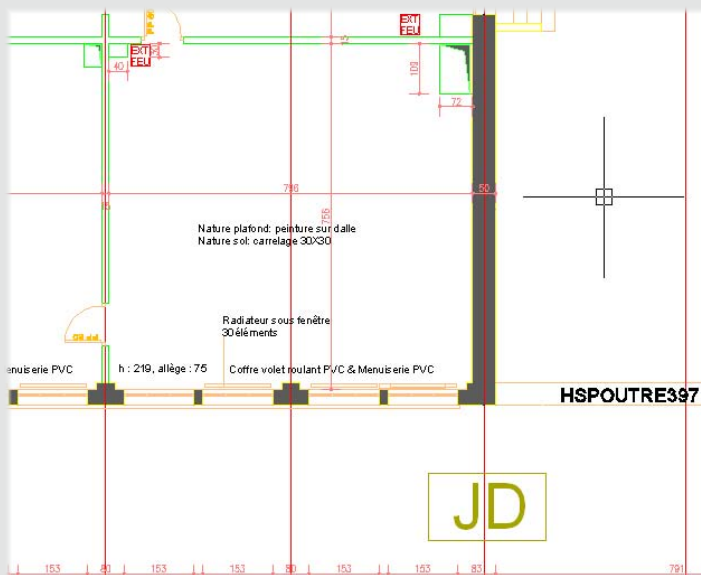

Figure 13
- Le dessin prend sa forme définitive : le texte et la légende sont ajoutés (les fonctions de l'outil Texte sont détaillées au Chapitre 5) [voir Figure 13]. Les informations importantes sont rapportées au dessin : hauteur d'allèges sous ouvertures, dimensions des ouvertures. Les principales cotes sont indiquées (la cotation sera également détaillée au Chapitre 5). D'autre part, on voit que figurent le joint de dilatation et la nature des matériaux employés.